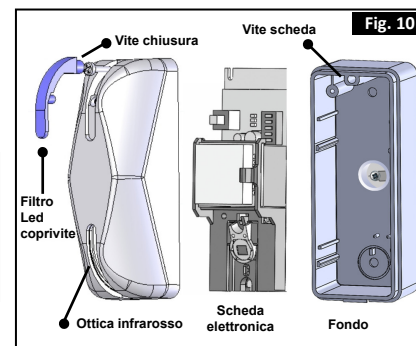

Fig. 10
1. Aprire il sensore svitando la vite di chiusura (Fig. 10).